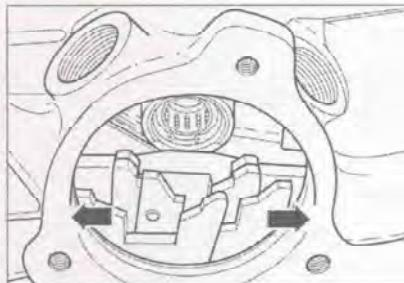

Рис. 7.193. Заблокируйте входной/первичный вал коробки передач одновременным включением двух передач. Для этого сдвиньте поводки в стороны (стрелки).
11. Заблокируйте входной/первичный вал коробки передач одновременным включением двух передач. Для этого сдвиньте поводки в стороны (стрелки) (рис. 7.193).
18. Заблокируйте входной/первичный вал включением двух передач (рис. 7.193).